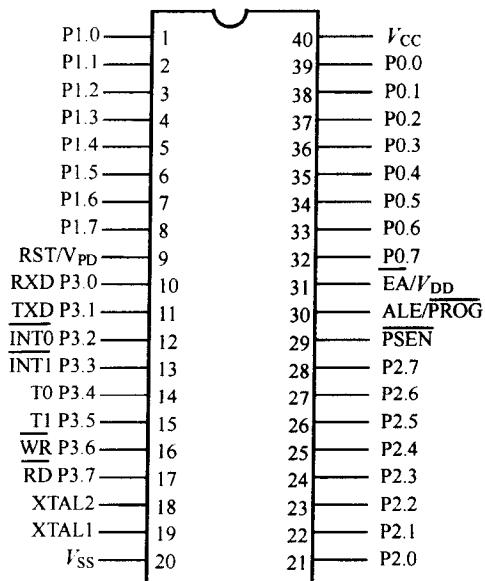

图 2.1 89C51 芯片引脚图
89C51 芯片采用高速 CMOS 制造工艺，通用型为 40 脚双列直插封装方式，其引脚如图 2.1 所示。管脚顺序从缺口处左上角到左下角依次为引脚 (1) ~ (20)，右下角到右上角依次为引脚 (21) ~ (40)。只要将 +5V 电源接到  $V_{CC}$ 、 $V_{SS}$  两端，将晶振接到 XTAL1、XTAL2 两端，将复位电路接入 RST 端，给 EA 端加入高电平控制电压，然后将机器码固化到 89C51 内就可以使用了。